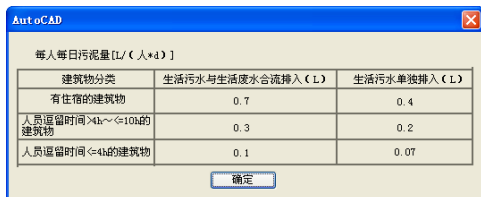

图 7-27 每人每日污泥量范围参数
- “每人每天污泥量”按钮：单击该按钮，系统弹出【AutoCAD】信息提示对话框；在其中显示了各类建筑物每人每日污泥量的范围参数，如图 7-27 所示。